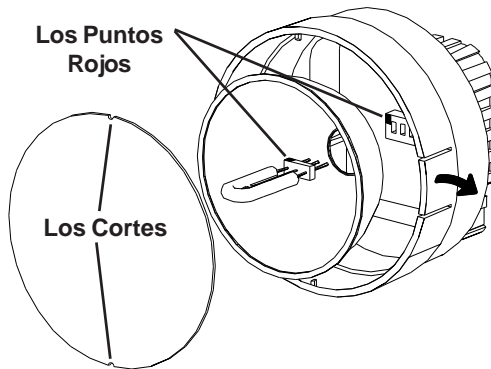

Figura 4 Reemplazo de Lámpara
4. Vuelva a instalar el reflector y entonces posicione el lente anterior en el igualar del lugar los cortes en el lente con las dos pequeñas etiquetas en la envoltura para prevenir la rotación de lente (ve la figura 4). Empuje las etiquetas en el borde anterior exterior y apriete el lente en el lugar.
3. Las lámparas son polarizadas y deben ser puestas en el enchufe que empareja la polaridad. **Utilizar una hilas libertan tela, el igual arriba el punto rojo en el tapón con el punto rojo en el enchufe** y mecen suavemente la lámpara al empujar en lugar (Vea la Figura 4). Cerciórese lámpara está en recto y centrado en el hoyo de reflector.